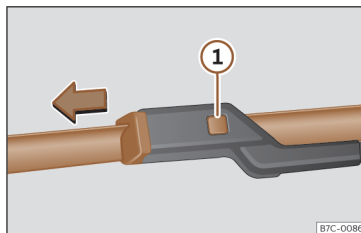

Abb. 173 Scheibenwischerblätter vorne austauschen.
- Die Entriegelungstaste >>> (Abb. 173) ① gedrückt halten und gleichzeitig das Scheibenwischerblatt vorsichtig in Pfeilrichtung abziehen.